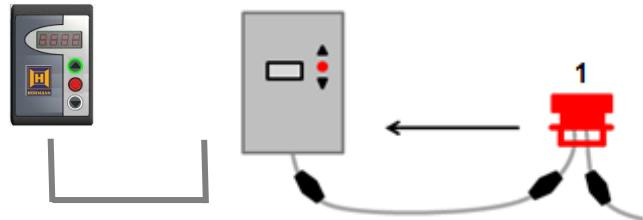

Figure: 6 Raccordement à la commande de portail avec unité de commande TST UTH
2. Relier le premier détecteur de mouvement et la TST UTH à la commande de portail (Figure: 6).